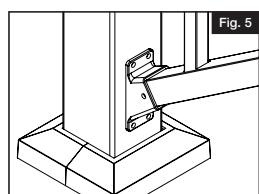

Fig. 4
7 Using $\frac{1}{8}$ " drill bit - pre-drill bottom rail bracket to top stair post (Fig. 4).
- Debajo de los lugares donde se instalarán los postes, instalar al menos dos bloques de 2"x8" utilizando al menos tres tornillos de plataforma #10 de $3\frac{1}{2}$ " que penetren por las viguetas a una profundidad mínima de $1\frac{1}{2}$ " en los bloques (se venden por separado) (Fig. 4 y 5).
Con una broca de $\frac{1}{8}$ ", taladrar el soporte inferior del barandal hacia el poste de escalera superior (Fig. 4).